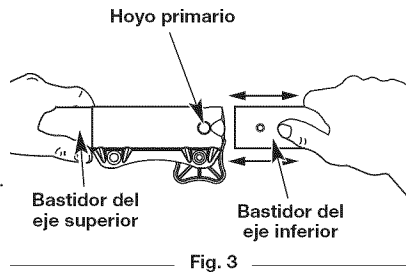

Fig. 3
- A la vez que sostiene firmemente el accesorio, empújelo derecho hacia el interior del acoplador Convertible™ hasta que el botón de desconexión encaje sólidamente en el orificio principal (Fig. 3).
- A la vez que sujeta la caja del eje superior, tire del accesorio recto hacia afuera del acoplador Convertible™ (Fig. 3).